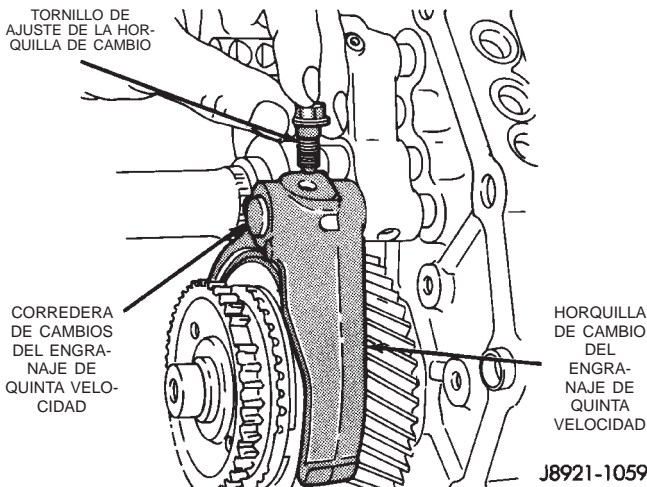

Fig. 53 Desmontaje del perno de retención de la horquilla de cambio del engranaje de quinta velocidad
(4) Retire el perno que fija la horquilla de cambio del engranaje de quinta velocidad a la corredera de cambios (Fig. 53).
(5) Desplace la corredera de cambios del engranaje de quinta velocidad hacia adelante hasta que se separe de la horquilla de cambio.